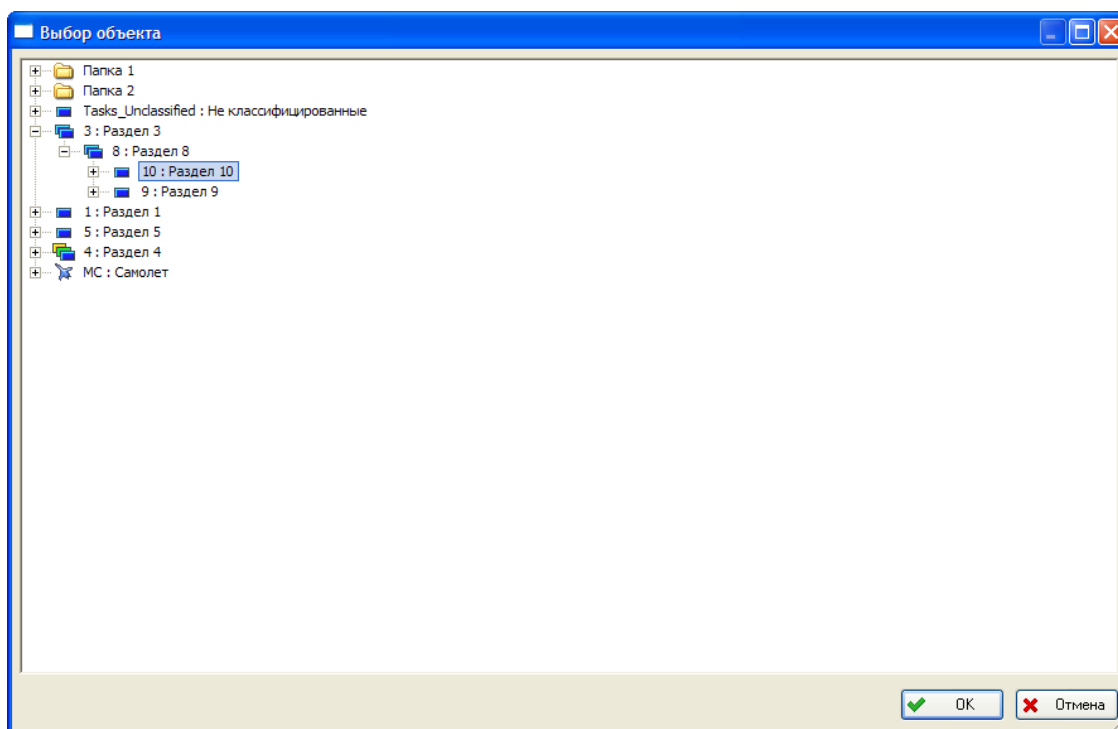

Рис. 3-31
**Выбор объекта** выберите нужный элемент структуры справочника и нажмите на кнопку **ОК** (рис. 3-31).